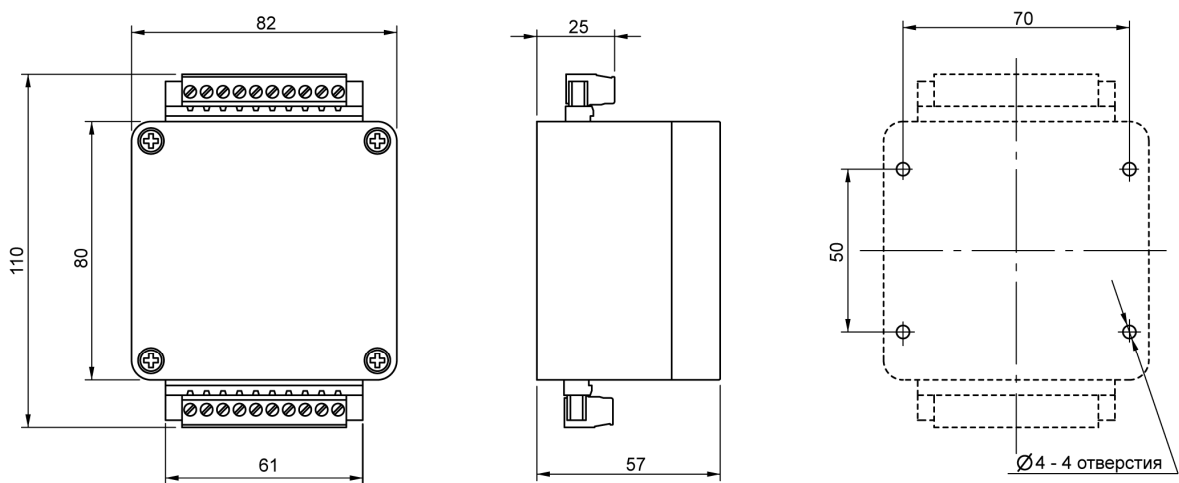
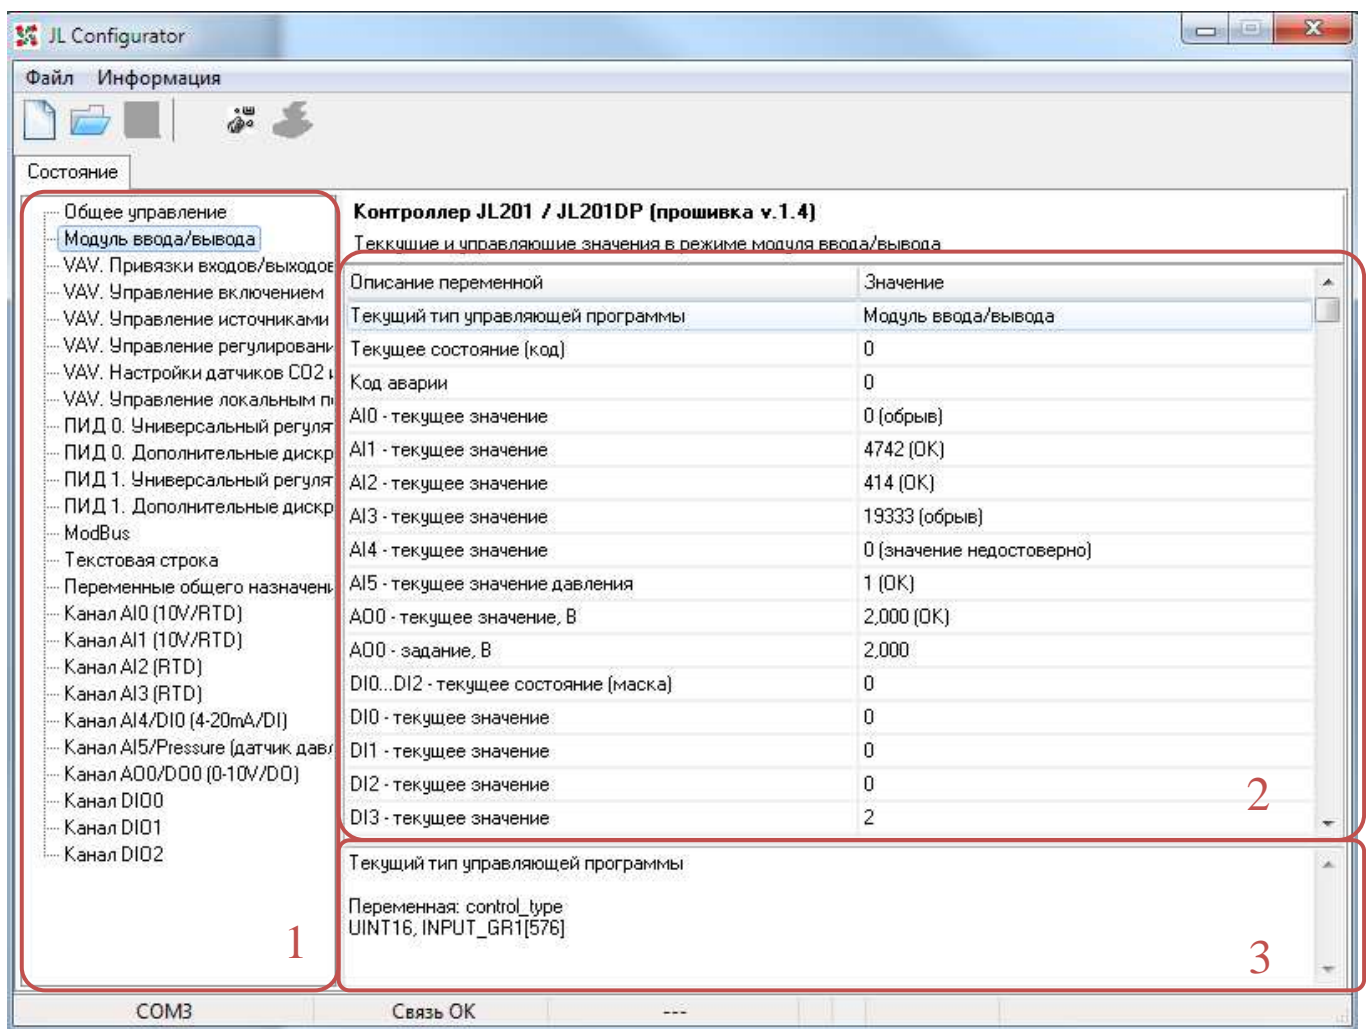

Рисунок 2 - Габаритные размеры
Рисунок 4 - Окно утилиты JLConfigurator
Модуль монтируется на панель, стену или другую плоскую поверхность. Расположение монтажных отверстий показано на чертеже (Рисунок 2Рисунок 4). Для доступа к монтажным отверстиям необходимо снять верхнюю прозрачную крышку.
расширение *.xdd. Для установления связи утилиты с модулем необходимо нажать кнопку , если подключение выполнилось, в статусной строке внизу утилиты отобразится надпись *Связь ОК*. В поле групп параметров (1) утилиты (рисунок 4) отобразятся группы, объединенные по категории ModBus-регистров модуля. При выборе каждой из категорий, в поле списка параметров (2) утилиты будет появляться набор параметров (соответствующих переменным ModBus-регистров). При выборе каждого из параметров будет отображаться пояснение в поле описания параметра (3) утилиты. В пояснении есть более подробное описание выбранного параметра, имя переменной на карте ModBus-регистров, ее тип, а также тип и адрес ModBus-регистра, в котором она лежит. Утилита JL Configurator позволяет как просматривать значения параметров, так и редактировать его значение, если параметр является настраиваемым (переменная ModBus лежит в области Holding-регистров). Для установки значения необходимо кликнуть два раза на нужном параметре. Если после установки значения нажата кнопка Enter или кнопка галочки возле поля редактирования, это значение сразу сохранится в памяти модуля.